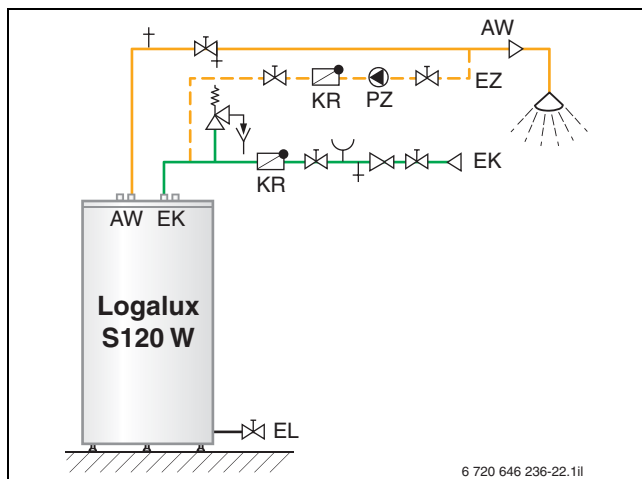
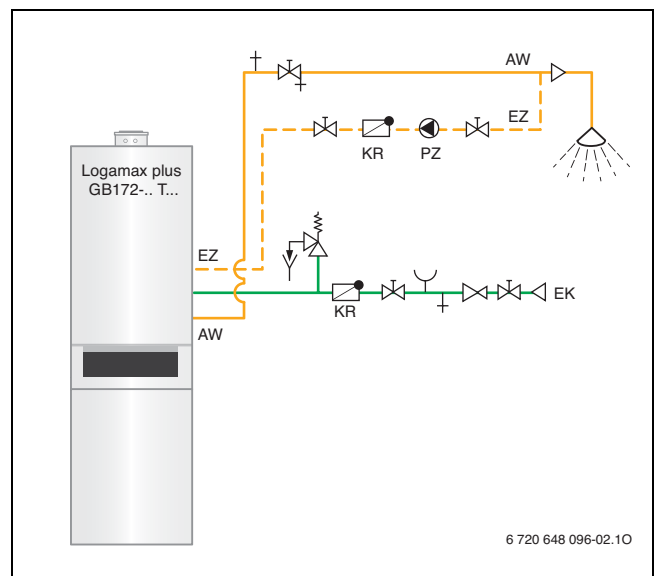

Bild 57 Variante einer Zirkulationsleitung für den Warmwasserspeicher Logalux S120 W
Bild 60 Variante einer Zirkulationsleitung für Warmwasserspeicher im Logamax plus GB172T
**Legende zu Bild 57 bis Bild 60:**